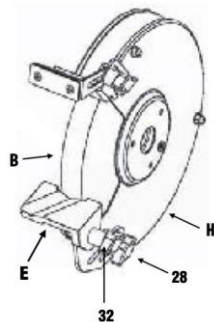

fig. 2
Pour fixer les supports d'outil (E), procédez comme suit (fig. 2).
2. Fixez le support de la règle à l'intérieur du protège-meule (H) à l'aide du boulon de carrosserie, d'une rondelle étoile, d'une rondelle et d'un bouton.
3. Fixez le support d'outil (E) au support à support d'outil à l'aide du contre-écrou (n° 32).
4. Réglez la position du support à support d'outil de manière à ce que le support d'outil soit à environ 1/8 po de la meule (B).